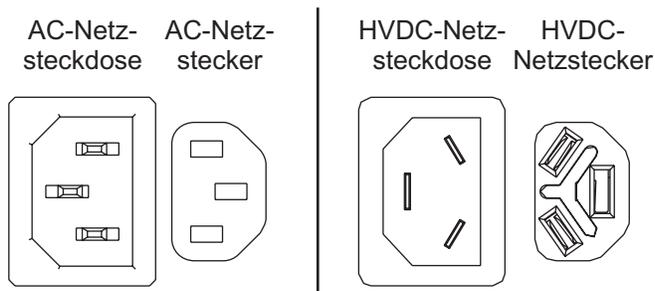
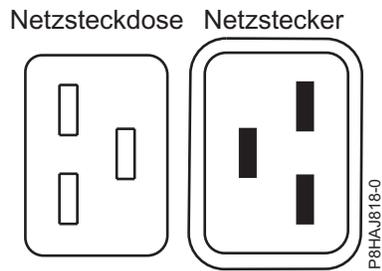
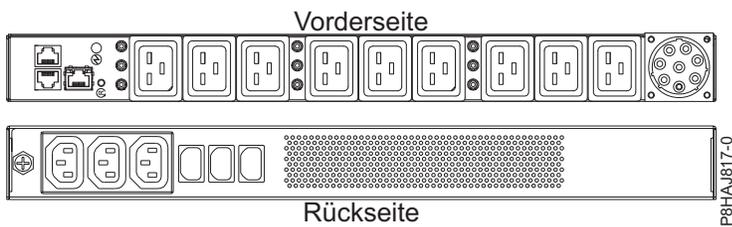

Abbildung 37. AC- und HVDC-Anschlüsse
Abbildung 38. Anschlüsse beim System vom Typ 8408-44E
Abbildung 39. PDU beim System vom Typ 8408-44E
2. Schließen Sie die Netzkabel (A) wieder an die Systemeinheit an. Siehe Abb. 40 auf Seite 55, Abb. 41 auf Seite 56 oder Abb. 42 auf Seite 56 (je nach Systemtyp). In Abb. 37 werden die unterstützten Wechselstromanschlüsse (Alternate Current, AC) und Hochspannungsgleichstromanschlüsse (High Voltage Direct Current, HVDC) dargestellt. In Abb. 38 auf Seite 55 und Abb. 39 auf Seite 55 werden die unterstützten Anschlüsse und die unterstützte Stromversorgungseinheit (Power Distribution Unit, PDU) für das System vom Typ 8408-44E dargestellt.